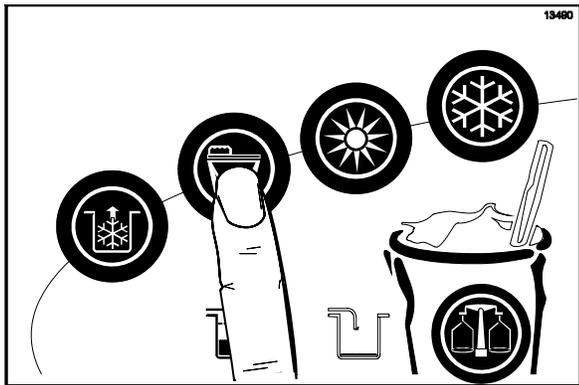

図159
11. WASH キー  を押します。これにより溶液が攪拌され、シリンダー内の全域に溶液が行き渡りま (図159を参照)。